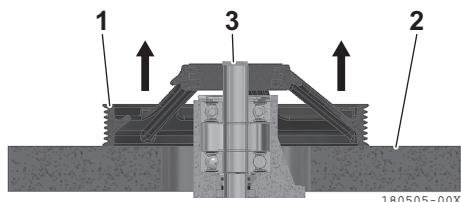

Figure 17
1. Placez la poulie (**Figure 17, (1)**) sur un support (**Figure 17, (2)**) qui soutient toute la circonference de la poulie.
2. Retirez la poulie tout en appuyant sur l'extrémité de l'arbre (**Figure 17, (3)**).